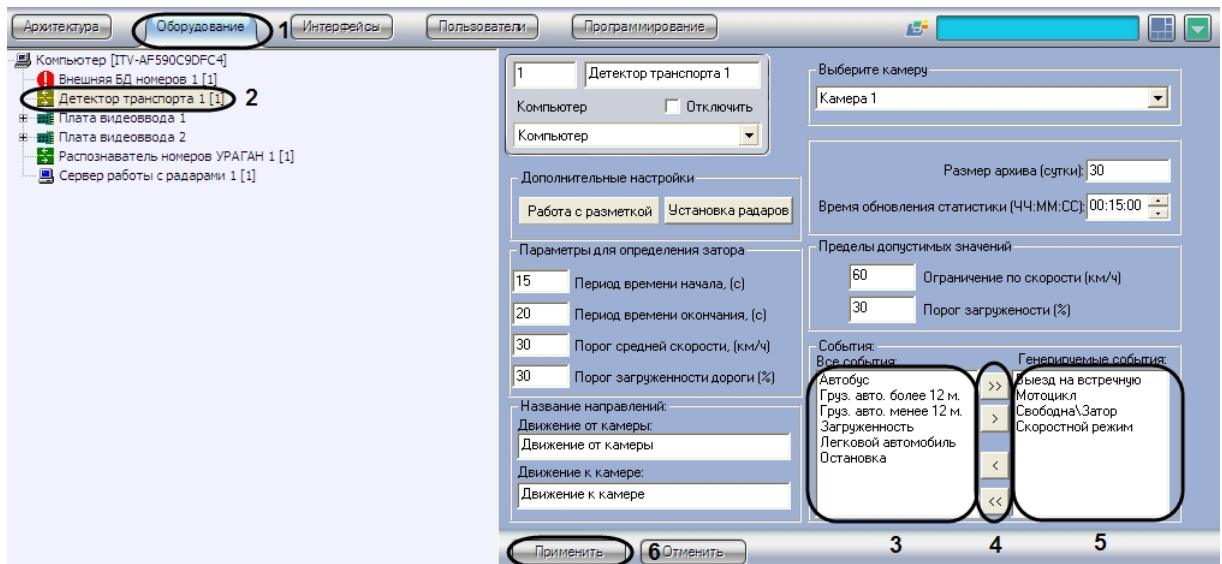

Рис. 81. Выбор генерируемых событий из списка доступных событий
2. В дереве объектов на вкладке «Оборудование» выбрать объект «Детектор транспорта», соответствующий настраиваемому программному модулю «Детектор транспорта». В правой части вкладки «Оборудование» отобразится панель настройки выбранного объекта (см. Рис. 81).